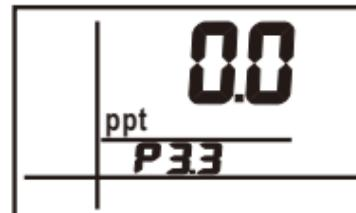

图14
- 在显示P3.0时,按←或ENTER3次,进入P3.3,(如图14).再按▲或▼将数字改成盐度计测出的单位.(PPT)